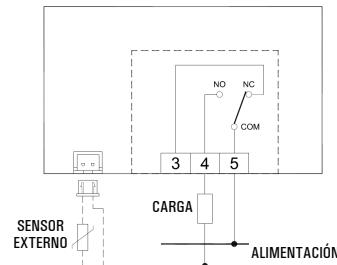

Fig. 7
- Realizar las conexiones eléctricas, siguiendo los esquemas de conexión de Fig. 7 y 8.